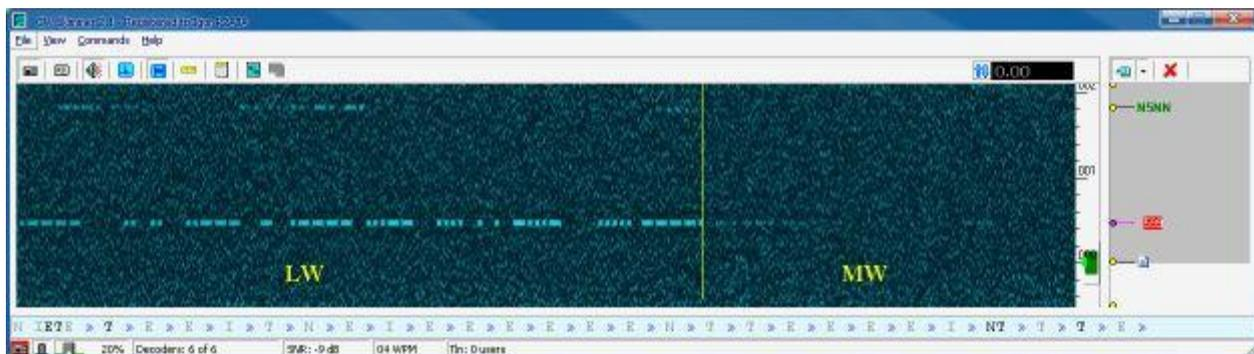

Рис. 3.7.7. Приём CW на «Mini Whip» 40M
А здесь при сопоставимом уровне приёма антенны луча (LW) и магнитной рамки (ML) было выполнено переключение ML-MW-ML – помечен серым приём на MW. Уровень заметно снижен. На рис. 3.7.7 показано переключение с LW на MW, и также наблюдаем снижение уровня сигнала.